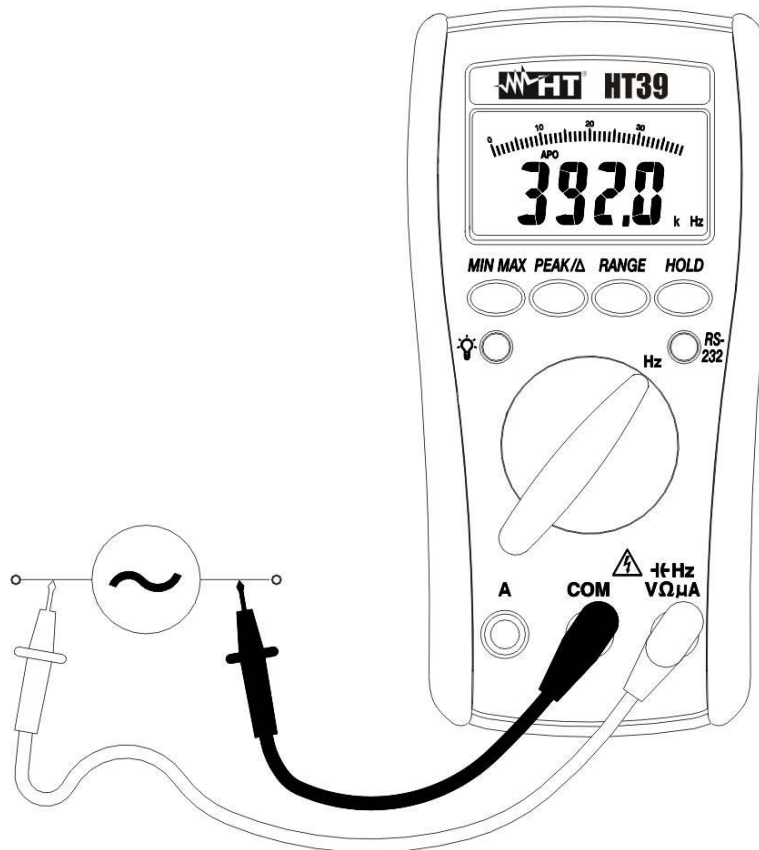

Fig. 7: Misura di Frequenza
2. Inserire il cavo rosso nel terminale di ingresso  $\rightarrow$  HzV $\Omega$  $\mu$ A e il cavo nero nel terminale di ingresso **COM** (vedere la Fig. 7).